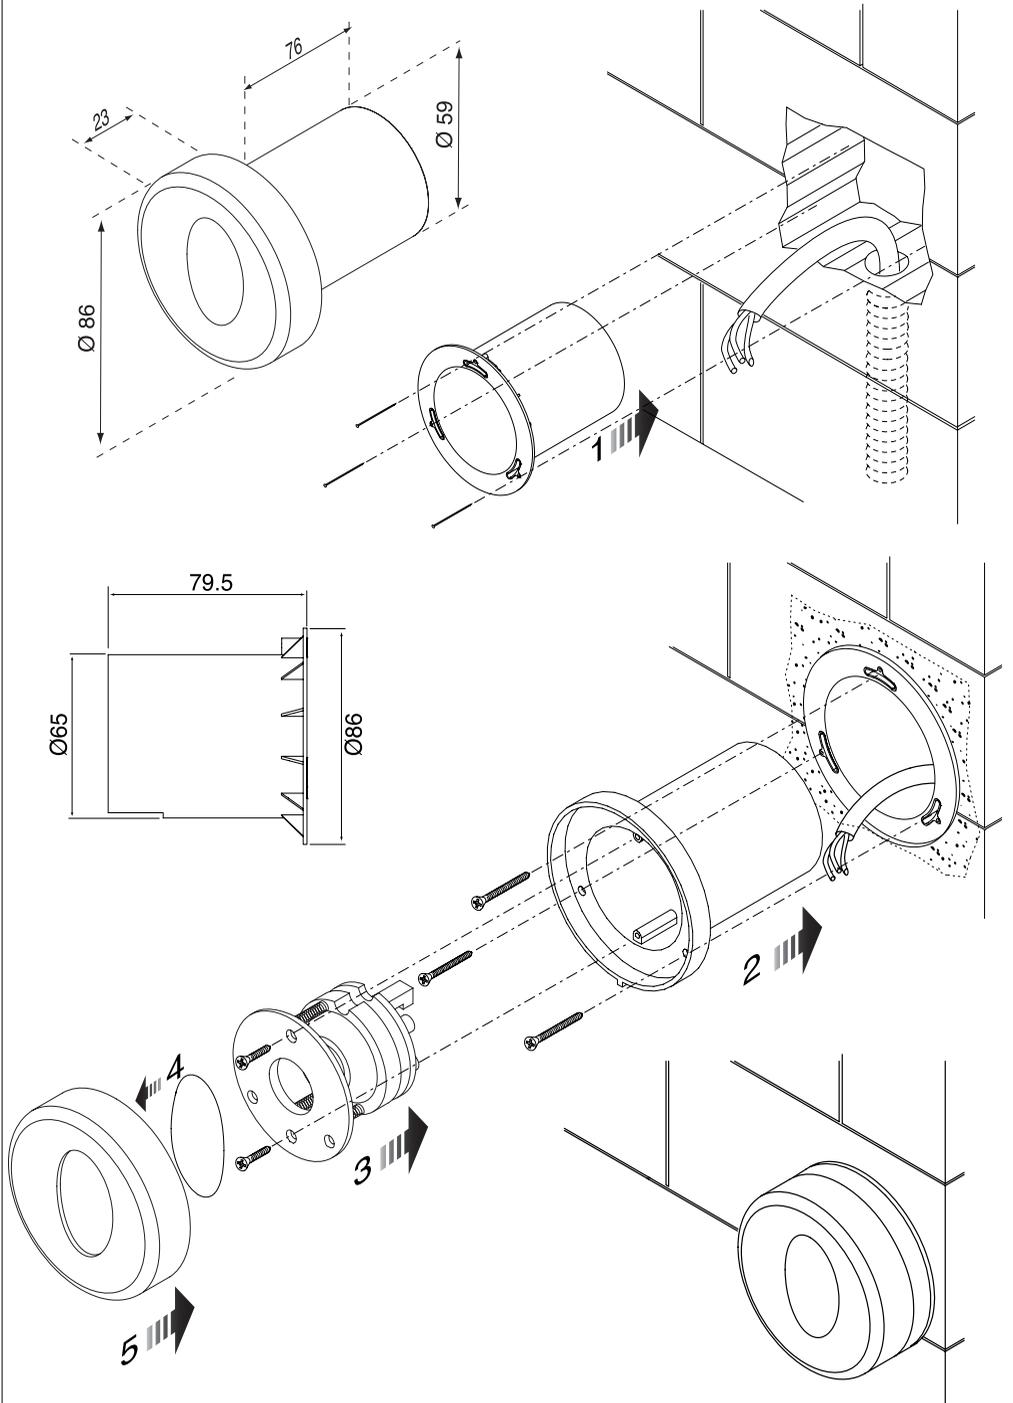

Fig. 2
- Bei Eisenpfosten mit einer Fräse ein Loch ø 60 einlassen, in das der mitgelieferte Plastikbehälter eingesetzt wird. Für dessen Befestigung drei Löcher ø 2,7 bohren und dort die drei beiliegenden selbstschneidenden Schrauben fixieren (Abb. 2).
- con pilar de hierro, realice un taladro con una broca de \varnothing 60 en donde colocar la caja de plástico suministrada. Para la sujeción de la caja, realice tres taladros de \varnothing 2,7 en donde enroscar los tres tornillos autoaterrajadores suministrados (fig.2).
- com pilar de ferro, execute um furo com uma fresa \varnothing 60 no qual introduzir o contentor de plástico fornecido com o equipamento. Para a fixação do contentor execute três furos \varnothing 2,7 nos quais aparafusar os três parafusos auto-roscentes fornecidos com o equipamento (fig.2).